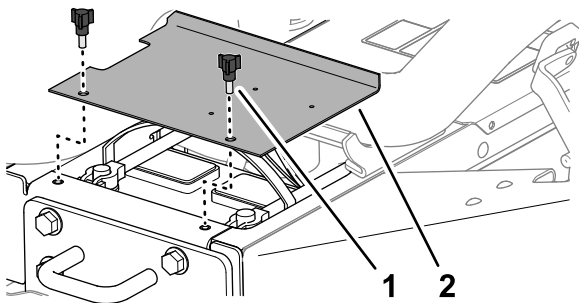

Bild 4
1. Entfernen Sie die beiden Drehknöpfe, mit denen die Batteriefachabdeckung an der Maschine befestigt ist, und nehmen Sie die Abdeckung ab (Bild 4).